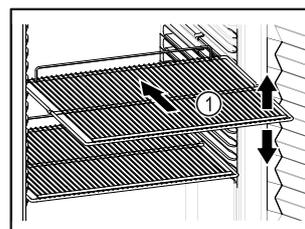

Fig. 59 Beispielhafte Darstellung
- Wenn Abstellroste *Fig. 59 (1)* versetzbar sind, je nach Höhe anpassen.